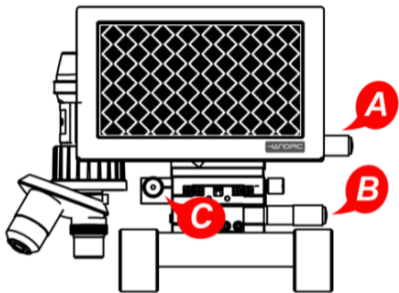

图 5
3) 点击测量 APP 程序 **REDOT** 图标，选择合适倍率的镜头，旋转调节 XY 平台移动旋钮，使镜头打出的光线移动至需要测量的准确位置，调节 Z 方向聚焦旋钮，直至屏幕出现清晰的拍摄画面。如（图 5）所示意的调节旋钮。